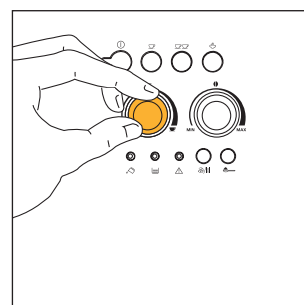

Рис. 8
- 3) Поверните левую ручку, рис. 8, для установки количества молотого кофе. Чем больше повернута ручка по часовой стрелке, тем больше кофе получится. При первом использовании необходимо путем проб приготовить несколько чашек кофе, чтобы определить правильное положение ручки.